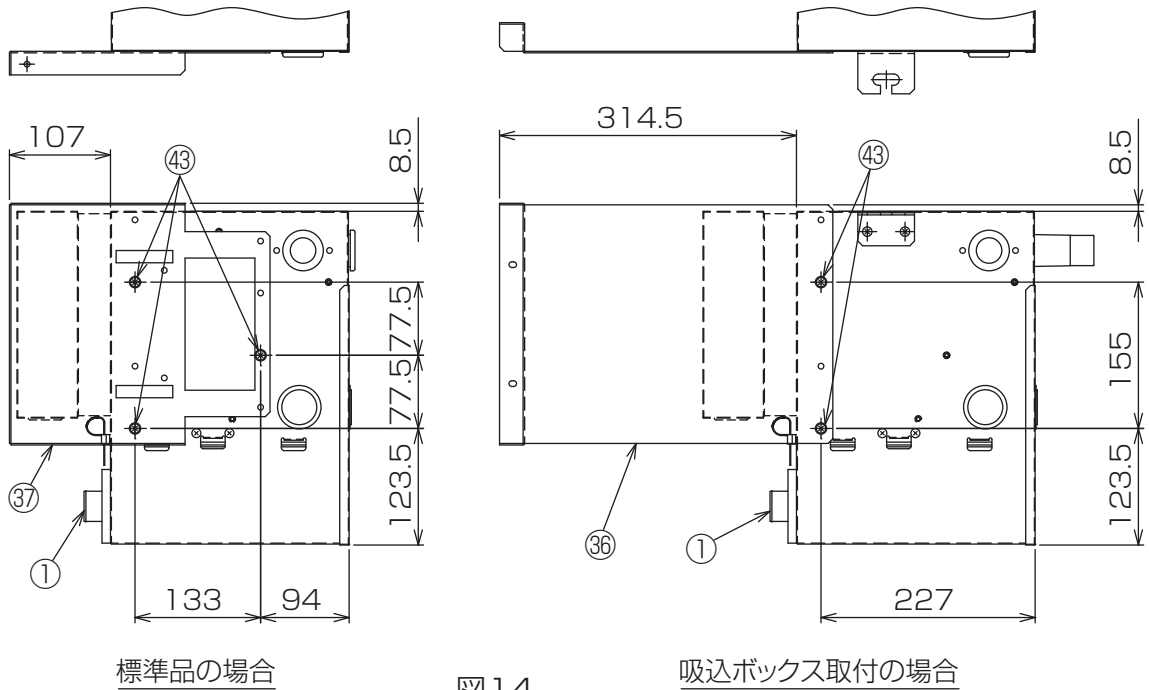

図14
(1) FCU本体が標準品の場合、品番③⑦取付板3を品番④③座付タッピンネジ 5×10(3本)にて品番①ドレンアップメカに取付けてください。吸込ボックス取付の場合、品番③⑥取付板2を品番④③座付タッピンネジ 5×10(2本)にて品番①ドレンアップメカに取付けてください。[図14]